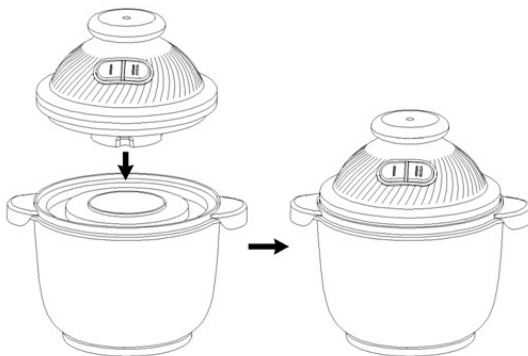

Рис. 1
- Положите на ровную устойчивую поверхность противоскользящее основание (8) и поставьте на него чашу (6).
- Установите верхний нож-измельчитель (4) на ось нижнего ножа (5) и поверните против часовой стрелки. Снимите защитные втулки с лопастей лезвия.
- Установите ножи-измельчители (4, 5) на ось (7).
- Поместите предварительно нарезанные продукты в чашу (6).
- Установите крышку (3) на чашу (6).
- Установите моторный блок (2) на чашу (6) (рисунок 1).